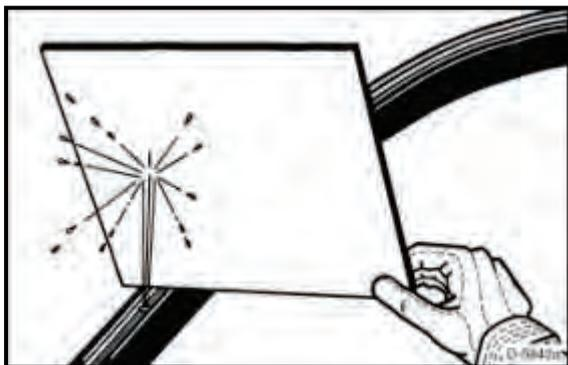

Fig. 56 Búsqueda de fugas con un trozo de cartón
- ➔ Para la búsqueda de fugas en el sistema hidráulico utilice un trozo de cartón o madera pero no realice esta operación con las manos (Fig. 56).